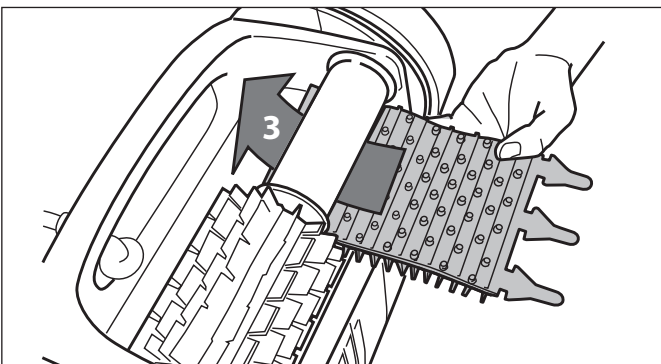

Figura 30. Instale el nuevo cepillo
3. Para instalar un nuevo cepillo y coloque el cepillo nuevo en el rodillo con las puntas hacia abajo. Vea la Figura 30.